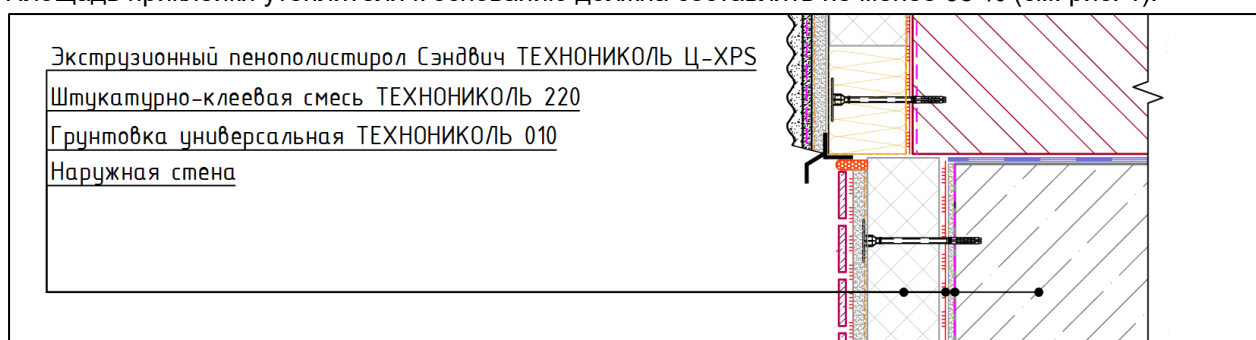

Рисунок 1 – Узел крепления верхней части экструзионного пенополистирола ТЕХНОНИКОЛЬ CARBON ECO FAS на основание
- Клеевой слой из цементного раствора наносится сплошным или контурно-маячковым способом. Площадь приклейки утеплителя к основанию должна составлять не менее 65 % (см. рис. 1).